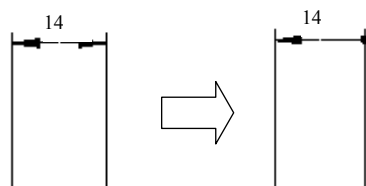

图 6.5.18 箭头样式
- **箭头样式(A)...**：该选项的功能是修改尺寸箭头的样式,箭头的样式可以是箭头、实心点、斜杠等,如图 6.5.18 所示,可以将尺寸箭头改成实心点,其操作方法如下: